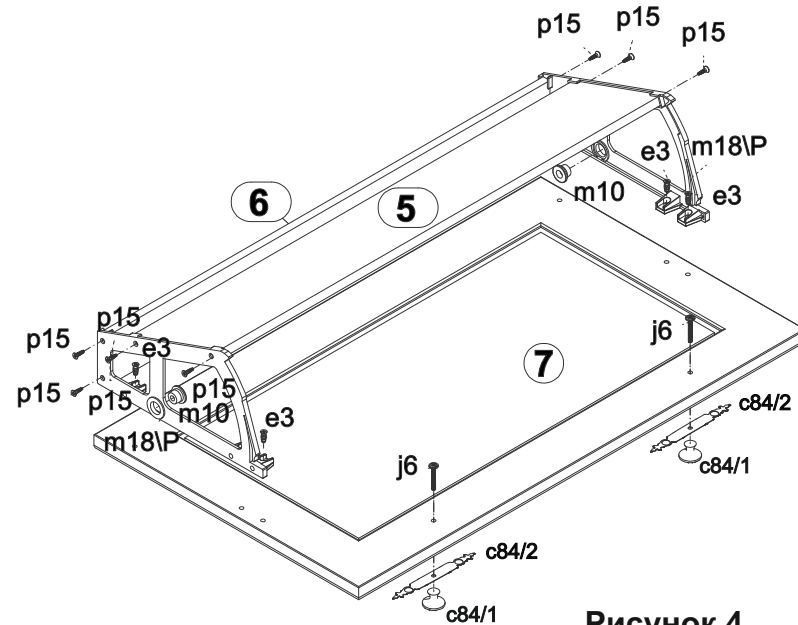

Рисунок 4
16. Положить двери **7** фасадной поверхностью вниз на ровную поверхность и закрепить на них петли откидные **m18** еврошурупами **e3**, как показано на рис. 4.
17. Закрепить щиты соединительные **5, 6** к петлям откидным **m18** шурупами **p15** (см.рис. 4).
18. На внутренней поверхности дверей **7** в отверстия  $\varnothing 5$  мм вставить винты **j6**. Снаружи совместить отверстия ручки **c84** с резьбой винтов и завернуть винты **j6**, удерживая ручку (см. рис. 4).
- вставить шайбы петли откидной **m10** в шайбы **m11** через отверстия в петлях откидных **m18** (см.рис. 4, 6);